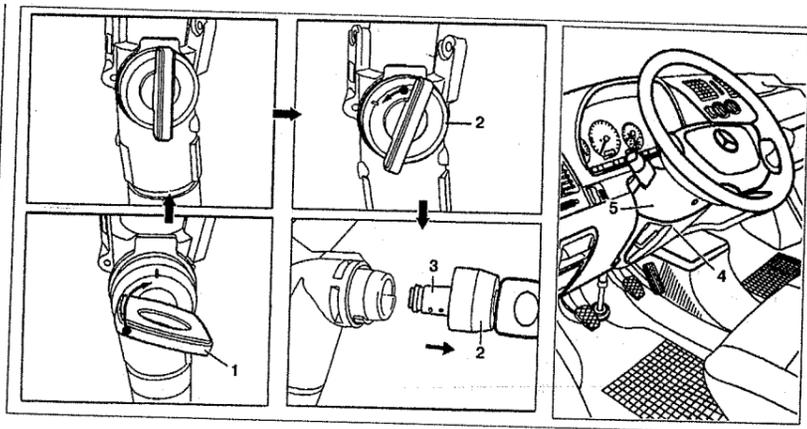

Рис. 8.5. Блокировочный цилиндр замка зажигания:
1. Снимите нижнюю крышку рулевой колонки 5 (см.рис.8.5).